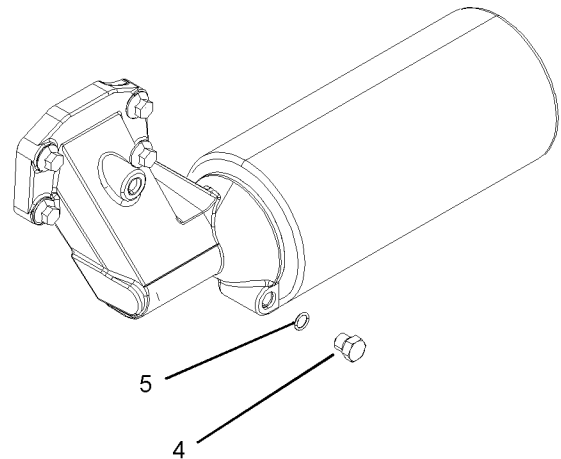

Abbildung 50
5. Den neuen Ölfilter montieren. Den Filter drehen, bis der O-Ring die Dichtfläche (2) berührt. Dann den Ölfilter um eine >-Drehung weiterdrehen.
**Anmerkung:** Einige Ölfilter können horizontal eingebaut werden. Siehe Abbildung 50. Dieser Typ von Ölfilter kann vor dem Ausbau entleert werden. Das Anziehdrehmoment für diese Ablassschraube (4) beträgt 12 Nm (8 lb ft). Bei Bedarf eine neue O-Ring-Dichtung (5) anbringen. Bei Schritt 1 beginnen, um den Ölfilter aus- und einzubauen.